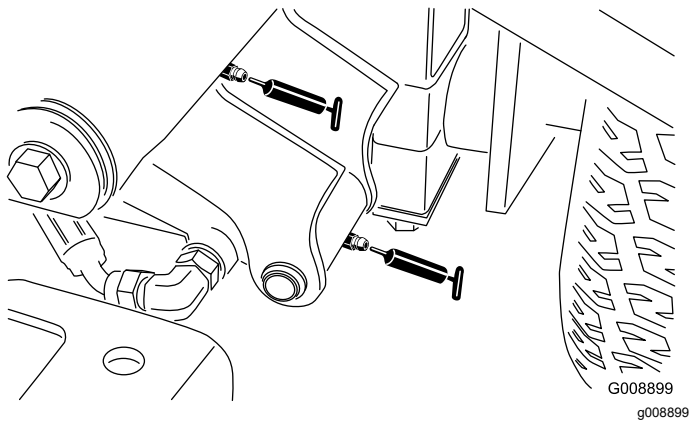

Bild 37
- 2 linke vordere Hubarm-Drehbüchsen und Hubzylinder (Bild 37)